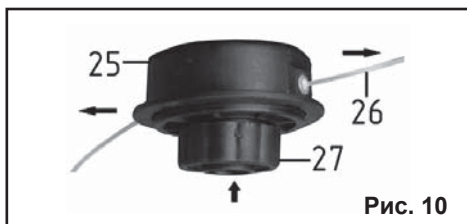

Рис. 10
8.2.7. Во время работы триммерная леска (26) изнашивается (расходуется). Во время работы слегка ударьте нажимной головкой (27) триммерной катушки (25) по земле (Рис.10). Длина лески (26) увеличится. При необходимости операцию повторите. Излишняя леска будет срезана ножом установленным слева на защитном кожухе (17).